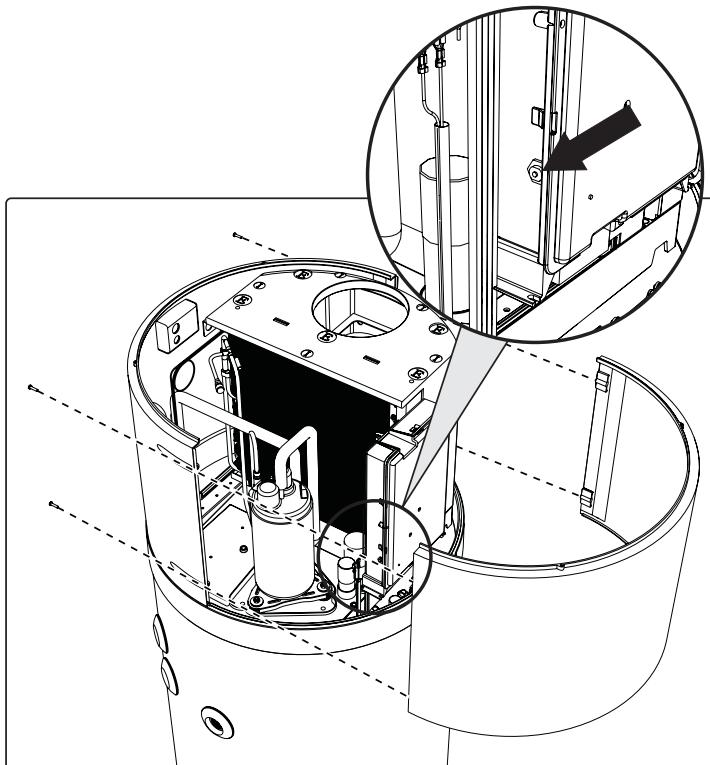

fig. 42 - Remoção do painel frontal
- Remova o painel frontal e reponha manualmente o termóstato de segurança acionado (fig. 42). No caso de intervenção, o pino central do termóstato fica saliente aprox. 2 mm.